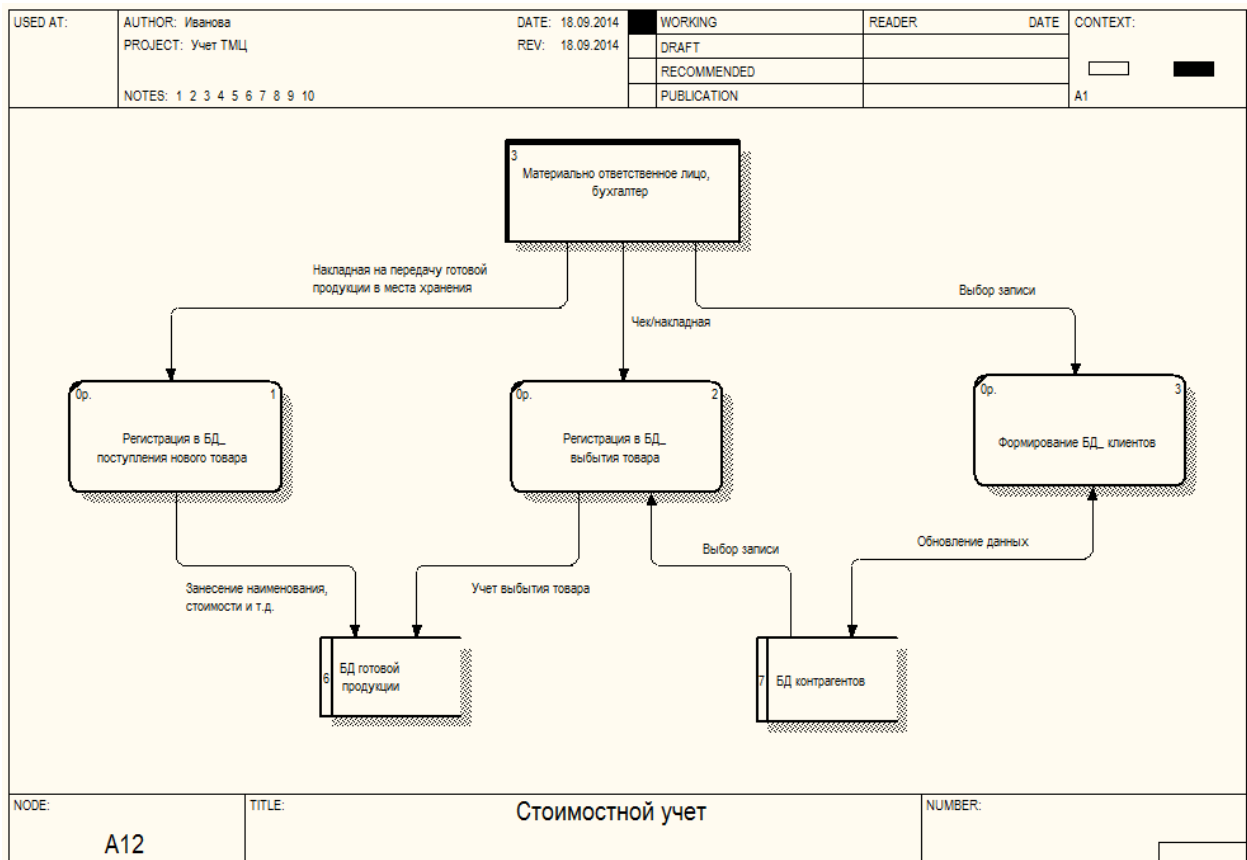

Рис. 44. DFD-диаграмма A12 Стоимостной учет
2. На основе табл. 17, 18 и рис. 44 проведите декомпозицию работы *Стоимостной учет*.